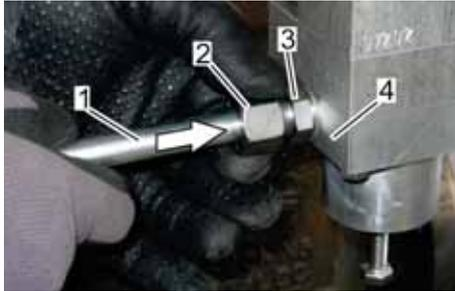

Abb. 20: Atmungsleitung der Hilfsdruckstufe befestigen
1. ➤ Den Anschlussstutzen der Atmungsleitung der Hilfsdruckstufe (Abb. 20/1) mittels eines Pinsels mit Fett *Anti Seize* fetten.
2. ➤ Den Anschlussstutzen der Atmungsleitung der Hilfsdruckstufe (Abb. 20/1) in den Stutzen (Abb. 20/3) der Hilfsdruckstufe (Abb. 20/4) einstecken.
3. ➤ Die Überwurfmutter (Abb. 20/2) der Atmungsleitung der Hilfsdruckstufe (Abb. 20/1) auf den Stutzen (Abb. 20/3) der Hilfsdruckstufe (Abb. 20/4) aufdrehen.